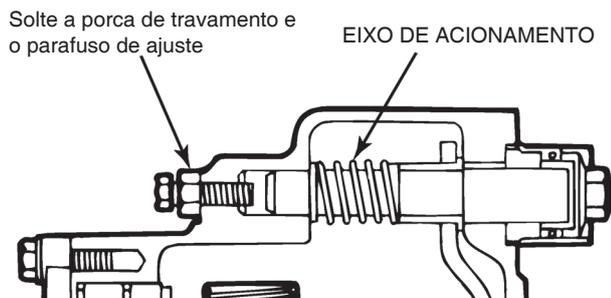

Figura 5.106
A. Solte a porca de travamento do parafuso de ajuste. Solte o parafuso de ajuste de forma que o parafuso não toque o eixo do mecanismo de acionamento. Figura 5.106.